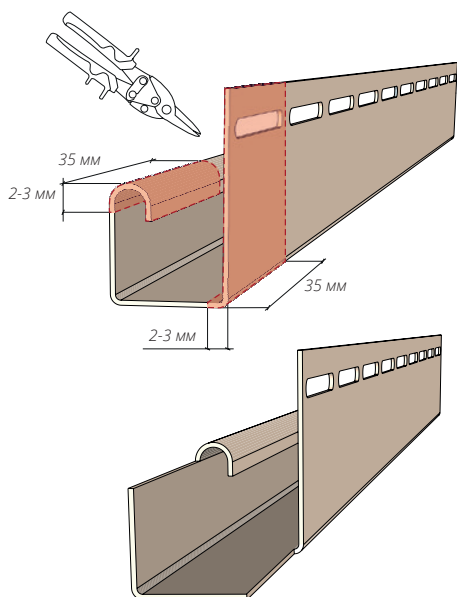
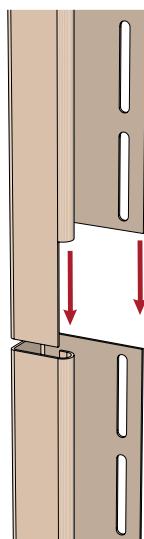
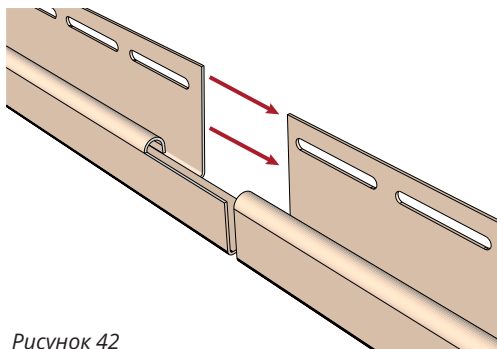
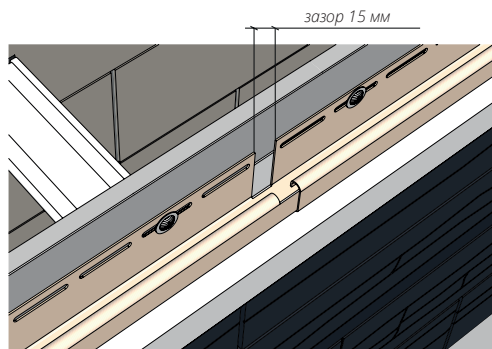

Рисунок 39
Рисунок 40
Рисунок 42
Рисунок 43
- 13.4** В случае если высота угла здания превышает длину J-профилей, образующих внутренний угол, их необходимо подрезать согласно (рис. 39). Смонтировать согласно общим правилам монтажа (рис. 40, 41).
- 14.1** В случае необходимости соединения J-профилей 7/8 между собой горизонтально, сделайте подрез одного из соединяемых J-профилей согласно (Рис. 39), далее смонтируйте J-профили 7/8, оставив зазор на тепловое расширение 15 мм (Рис. 42, Рис. 43), соблюдая общие правила монтажа.